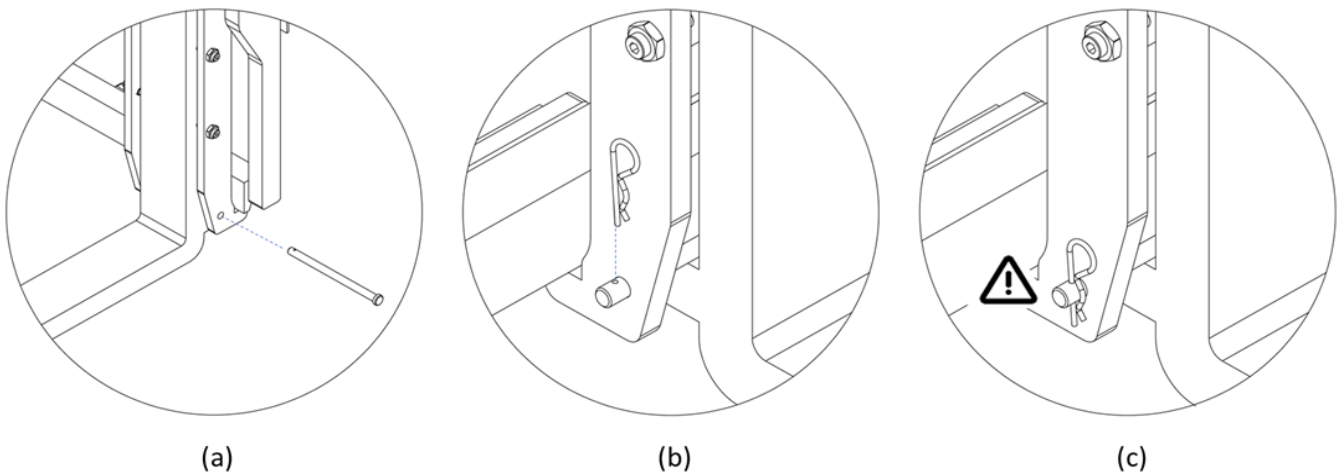

Abbildung 11
1. Stecken Sie die Befestigungsstifte der unteren Haken der Gabelzinken ein und prüfen Sie nach, dass der Haken vom Gabelzinken vom Stift blockiert wird (siehe *Abbildung 11, a*).
2. Setzen Sie den Sicherungssplint in das Loch des Stifts und vergewissern Sie sich, dass der Splint blockiert ist (siehe *Abbildung 11, b*).
4. Prüfen Sie nach, ob an beiden Gabelzinken die Sicherheitsplinte korrekt eingeschoben worden sind, bevor Sie mit dem Stapler Arbeiten ausführen (siehe *Abbildung 11, c*).